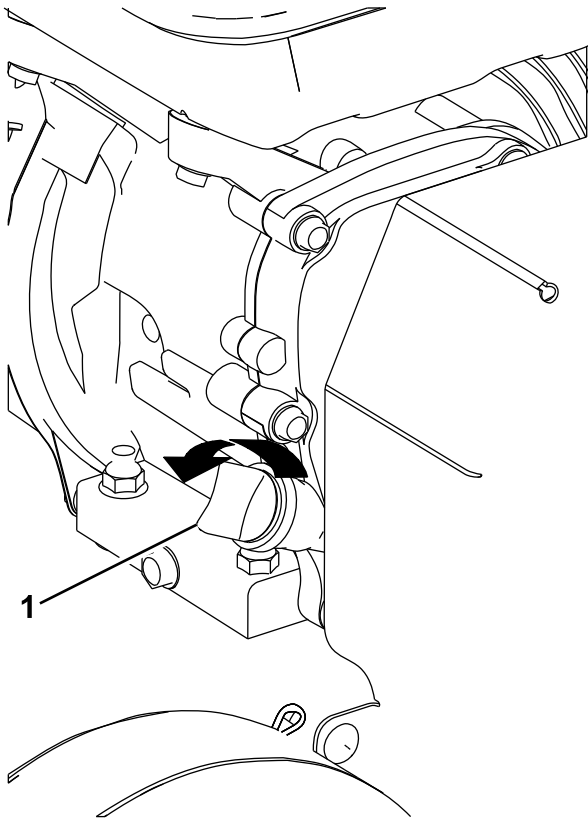

Figura 14
2. Limpie alrededor de la varilla (Figura 14) para impedir que caiga suciedad por el orificio de llenado y cause daños en el motor.
3. Desenrosque la varilla de aceite y limpie el extremo (Figura 14).
4. Introduzca la varilla a fondo en el tubo de llenado. **No la enrosque.** (Figura 14).